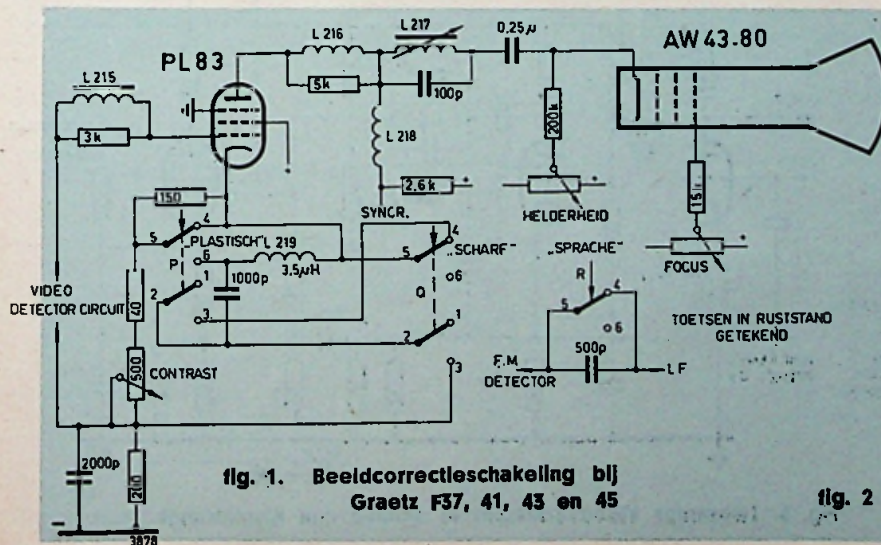

fig. 1. Beeldcorrectieschakeling bij Graetz F37, 41, 43 en 45
A) Het principeschema, fig. 1
Bekijkt men het principeschema, fig. 1 dan herkent men de bekende schakeling tussen videodetector en beeldbuis met de penthode PL83.